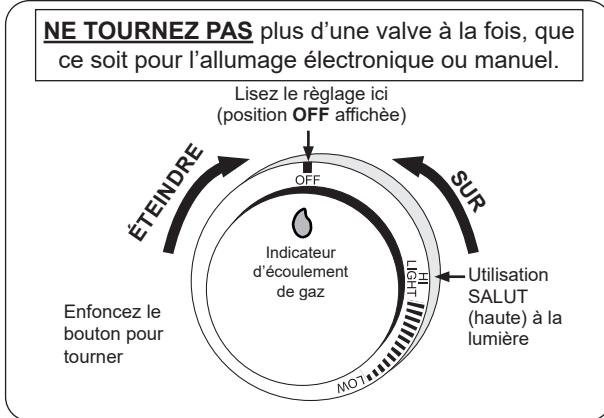

Fig. 36-1 Bouton de commande
Pour votre convenience et sûreté ; quand le bouton de commande est tourné à la position de fonctionnement, l'indicateur d'écoulement de gaz changera de bleu en le rouge. (Le rouge indique l'écoulement de gaz.) Voir la Fig. 36-1.
4. Appuyez sur le bouton de commande souhaité **pendant 5 secondes**. Assurez-vous que l'allumeur brille (à l'intérieur du tube d'éclairage), puis tout en appuyant, tournez le bouton dans le sens inverse des aiguilles d'une montre jusqu'à la position **HI LIGHT** (Fig. 36-1). Une fois le brûleur allumé, relâchez le bouton.